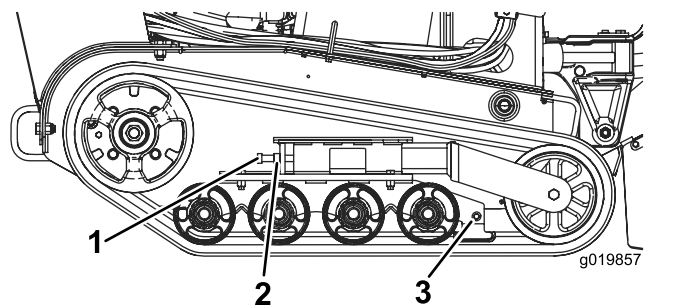

Figure 48
3. Desserrez l'écrou de blocage sur le boulon de réglage de tension de la chenille et les boulons de serrage du bras de tension (Figure 48).
4. Serrez le boulon de réglage de tension à un couple de 32,5 à 40 N·m pour tendre la chenille (Figure 48).
4. Desserrez le boulon de réglage de tension et l'écrou de blocage (Figure 48).